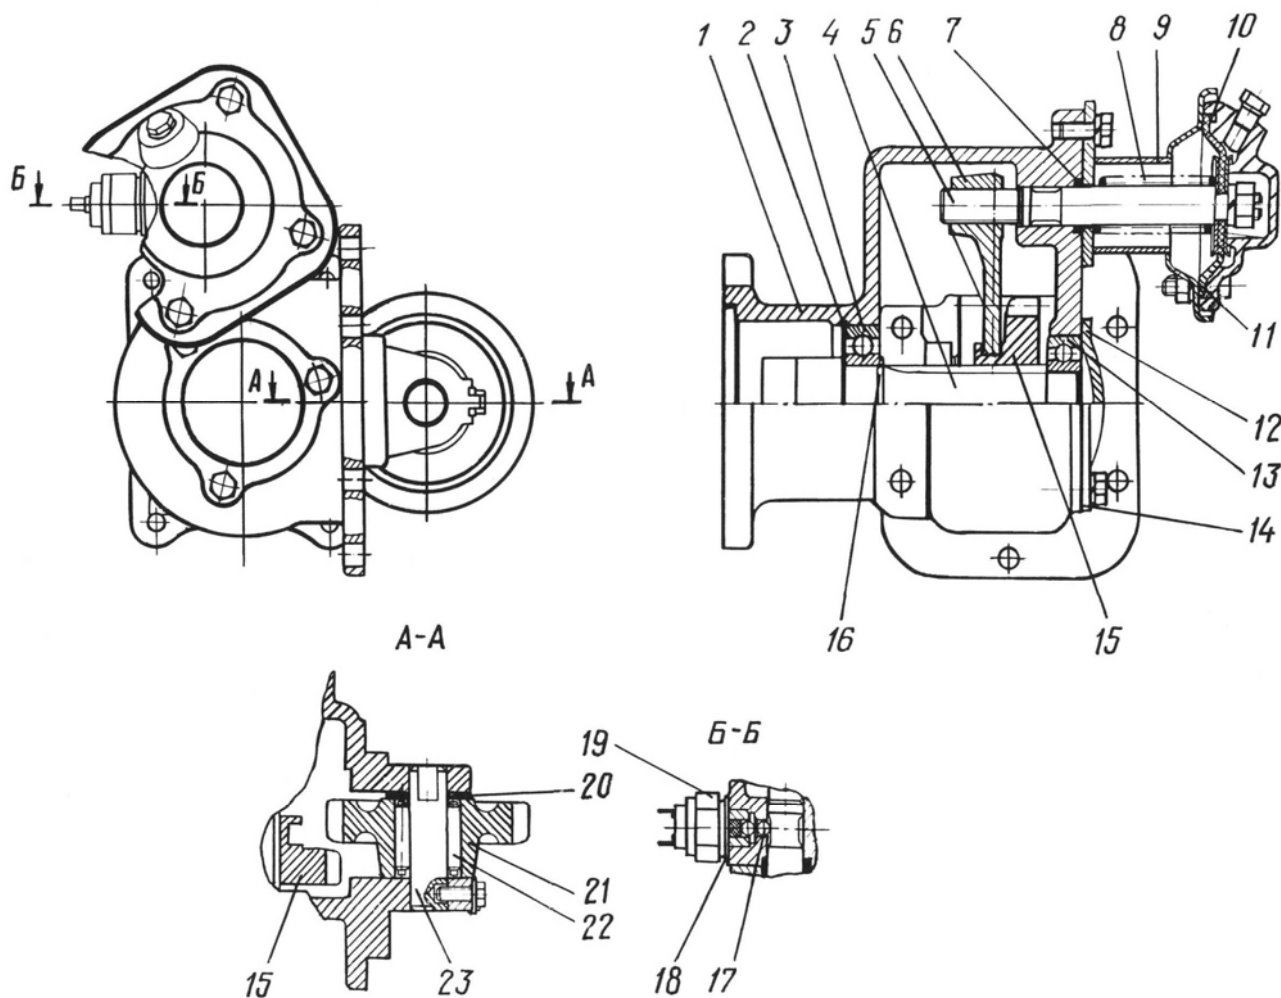

Рис.21. Коробка отбора мощности:
**Коробка отбора мощности** (рис.21) установлена на коробке передач с правой стороны автомобиля. К торцу картера коробки отбора мощности прикреплен масляный насос НШ50А-3Л. Соединение вала насоса с ведомой шестерней осуществляется с помощью полумуфты и призмы. Ведущая шестерня 21 находится в постоянном зацеплении с шестерней отбора мощности коробки передач.
1. Отвернуть болт, стопорящий ось 23 (см. рис.21) ведущей шестерни, предварительно отогнув замковую шайбу. Выпрессовать из картера 1 коробки ось 23, извлечь ведущую шестерню 21 и прокладку 20. При необходимости вынуть из шестерни подшипник 22.